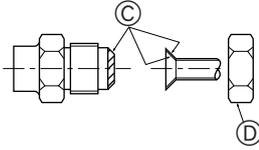

Fig. 4-1
4.2. Boruların bağlanması (Fig. 4-1)
- Ⓐ (Fig. 4-1)
- Ⓑ (Fig. 4-1)